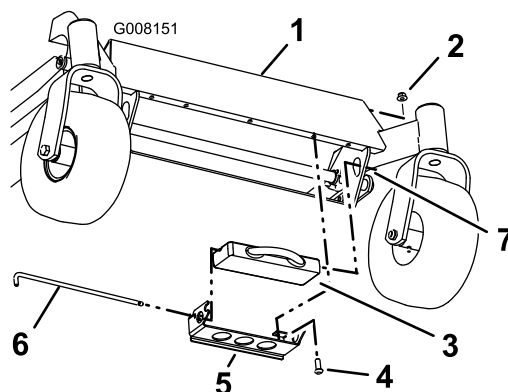

Figura 4
1. Acople el conjunto del peso delantero al reposapiés del panel frontal con dos tornillos de cabeza de botón hexagonal (3/8 x 1 pulgada) y dos contratuerzas (3/8 pulgada), según se muestra en Figura 4.
2. Inserte el peso en el conjunto de soporte del peso (Figura 4).
3. La varilla de bloqueo (Figura 4) tiene una chaveta en un extremo. Deslice la varilla de bloqueo a través del conjunto de soporte del peso, la muesca del peso y el orificio ovalado en el soporte de bastidor.